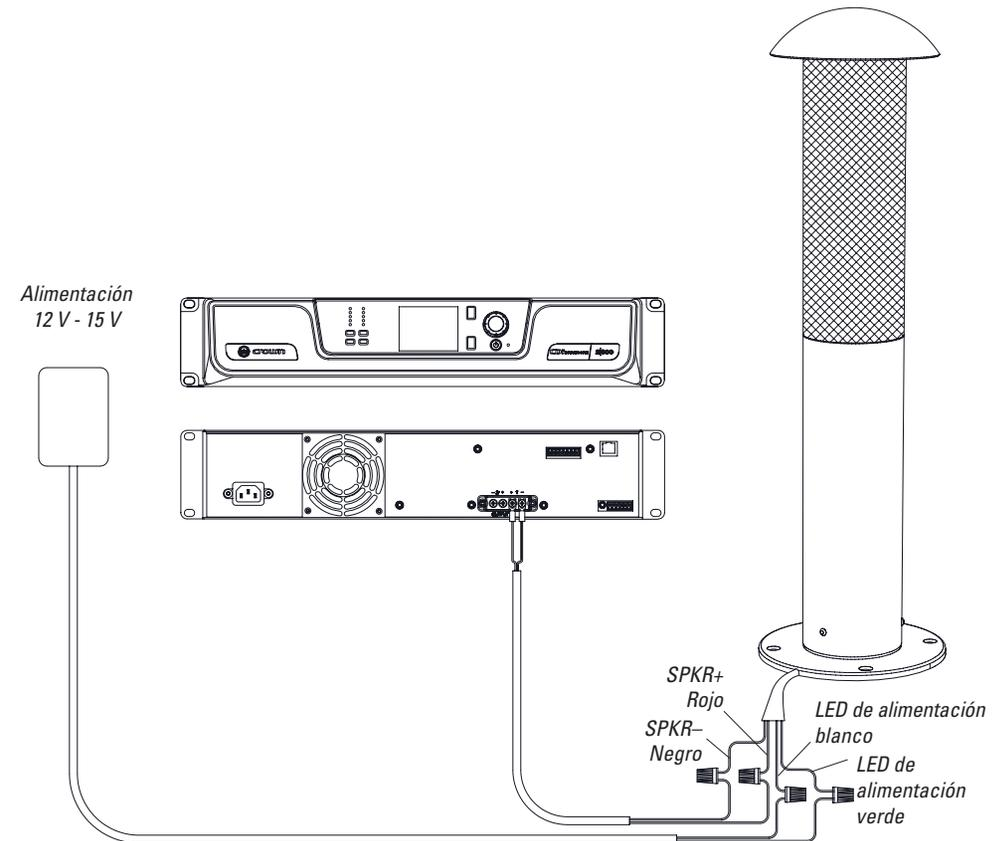

Figura 25
2. Conecta el cabo de entrada de altavoz rojo (+) con el cabo (+) de la salida del amplificador y el cabo de entrada de altavoz negro (-) con el cabo (-) procedente del amplificador (consulta la Figura 25). Utiliza conectores a presión o de torsión para realizar la conexión. Para disfrutar de mayor fiabilidad, realiza la conexión dentro de una caja de empalmes eléctricos impermeable IP65 subterránea.